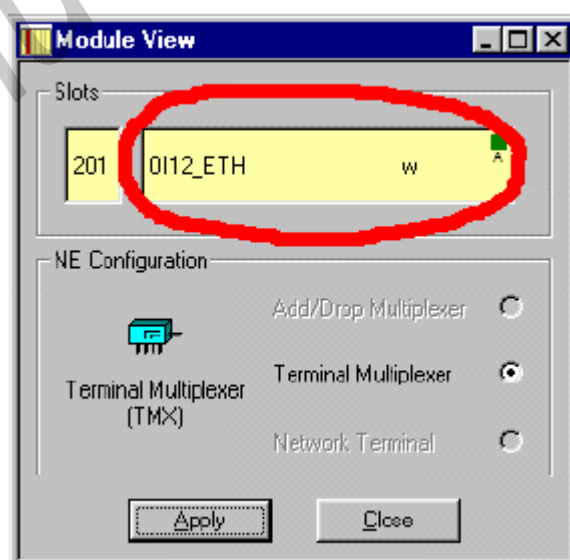

Рисунок 5.1 – Окно Module View
3. Установить электрический шлейф для соответствующего варианту задания порта LOI2. Для этого открыть окно Module View, убедиться в отсутствии активных шлейфовых соединений или, при их наличии, переконфигурировать точку установления электрического шлейфа. Для этого в окне Module View кликнуть по окошку №2 поля Slots (рисунок 5.1, окошко обведено жирной линией) правой кнопкой мыши и в появившемся меню выбрать Configuration → Diagnosis Info.